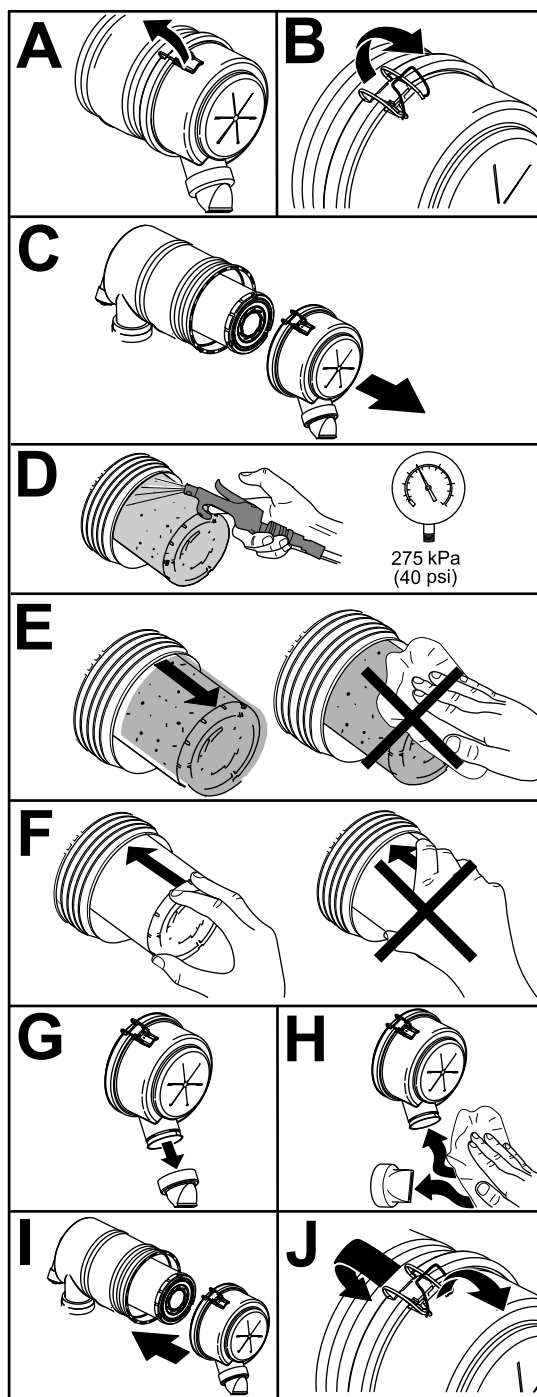

Figure 69
1. Remplacez le filtre à air (Figure 69).